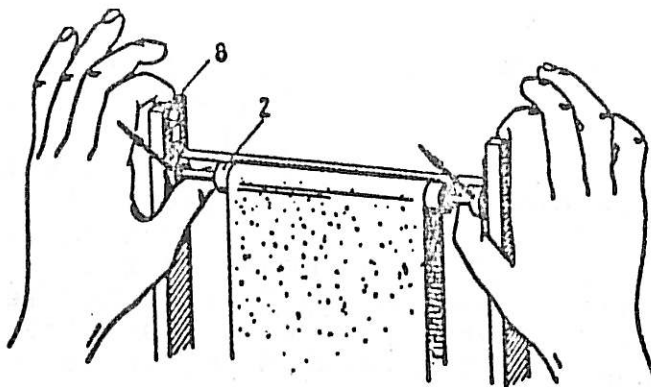

Fig. 4: Enlèvement du rouleau excitateur
Pour ce faire, on éloigne le conducteur et retire le rouleau excitateur simultanément de ses deux logements, obliquement vers le haut (fig. 4), tout en appuyant sur les vis moletées (8). Le rouleau peut alors être sorti de la bande transporteuse.